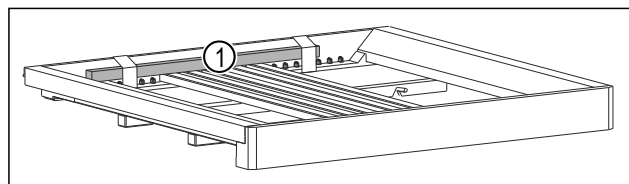

Fig. 7\*
- ▶ Odstraňte dřevěnou tyč Fig. 7 (1)\*